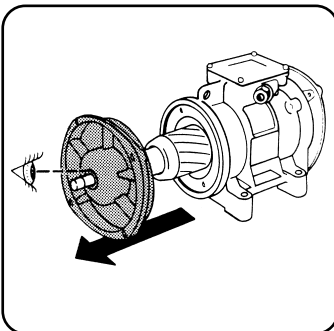

Fig. 37
- Die Lagertrageflansche aus dem Gehäuse ausbauen, indem man die Gewindebohrungen zum Ausziehen benutzt (Abb. 37).
- Togliere le flange portacuscini dalla carcassa tramite i fori filettati di estrazione (Fig. 37).
- Remove the bearing flanges from the casing by means of the threaded pull holes (Fig. 37).
- Enlever les brides porte-roulements de la carcasse au moyen des trous filetés d'extraction (Fig. 37).
- Quitar las bridas porta-cojinetes de la carcasa mediante los orificios roscados de extracción (Fig. 37).